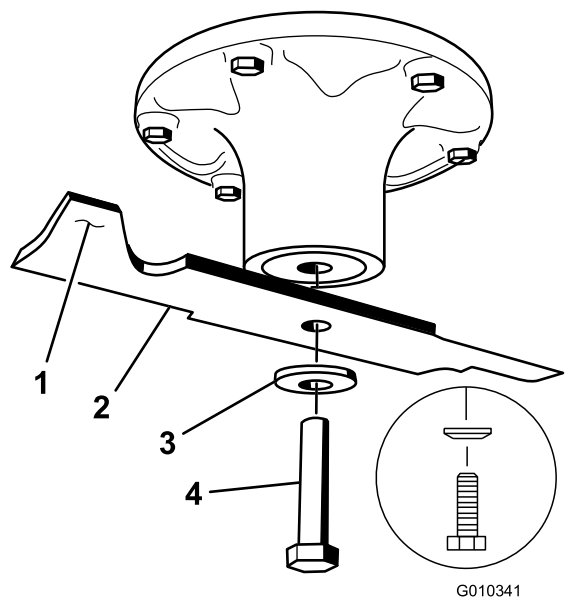

Bild 70
2. Entfernen Sie die Messerschraube, Wellenscheibe und das Messer von der Spindelwelle (Bild 70).